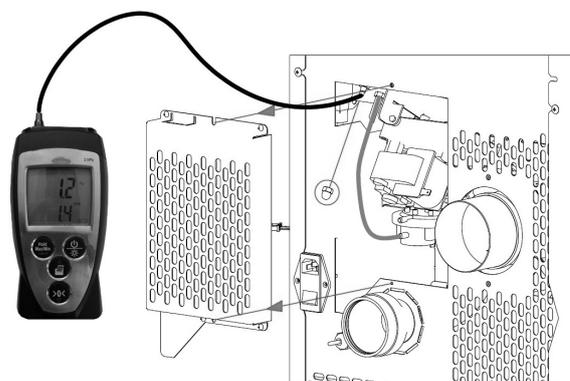

Fig. 26 - Ligação do pressóstato digital
- Ligar com um tubo o pressóstato digital para detetar a depressão (ver Fig. 26).